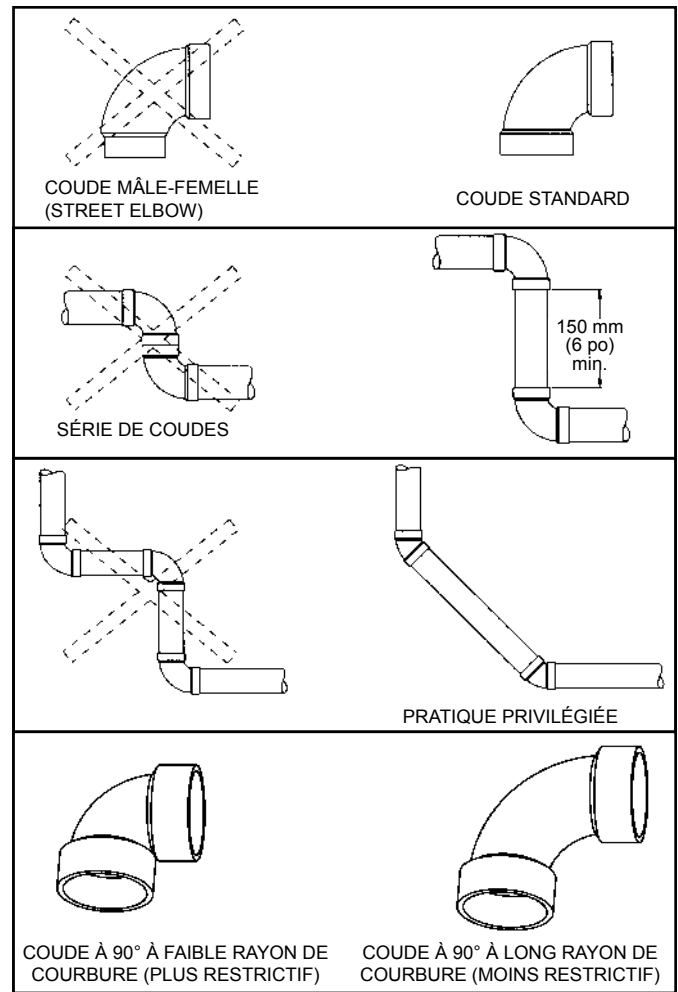

Figure 25.
Note: les renseignements de la Figure 25 sont fournis à titre indicatif. Bien qu'ils cherchent à illustrer les meilleures pratiques en matière de ventilation, ils n'ont pas priorité sur les exigences du "**Code d'installation du gaz naturel et du propane**" B149-1, ou de tout autre code local ou provincial.
- N'utilisez pas deux coudes à 90° "bout-à-bout"; ne pas utiliser de coudes mâle-femelle (street elbow). Il doit y avoir une section droite d'une longueur minimale de 150 mm (6 po) entre deux coudes consécutifs. Les coudes placés trop près l'un de l'autre et les coudes à faible rayon de courbure réduisent fortement la capacité d'évacuation. Figure 25 présente des exemples de raccords de conduits d'évacuation.